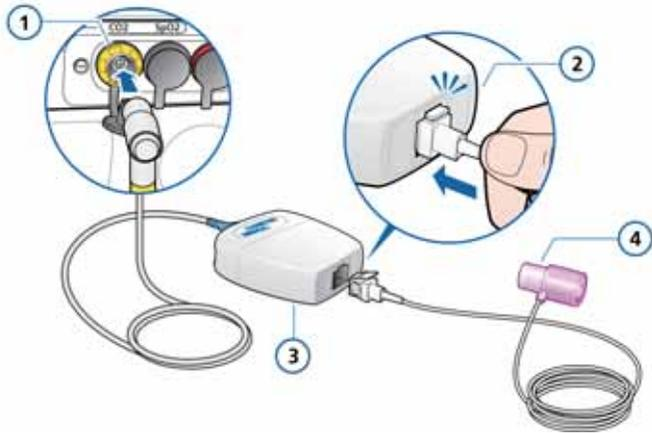

図 2-11. サンプルセルの CO2 モジュールへの挿入
1. LoFlow™ サイドストリーム CO2 モジュールケーブルを、CO2 オプションボードコネクタ（黄色）に差し込み、コネクタ本体のインデックスガイドの向きを確認します。ケーブルが確実に差し込まれます。図 2-11 を参照してください。
2. 図 2-11 に示すように、サンプルセルを CO2 モジュールに差し込みます。ケーブルをカチッと音がするまで挿入します。